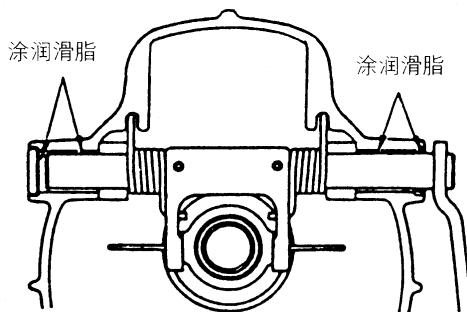

图 3-14 在离合器壳体的储油槽内充填润滑脂
(1) 如图 3-14 所示, 安装分离叉轴时, 对分离叉轴表面涂润滑脂。对离合器壳体的储油槽内充填润滑脂。所规定的润滑脂为三菱牌润滑脂产品号 0101011 或相当的品种。